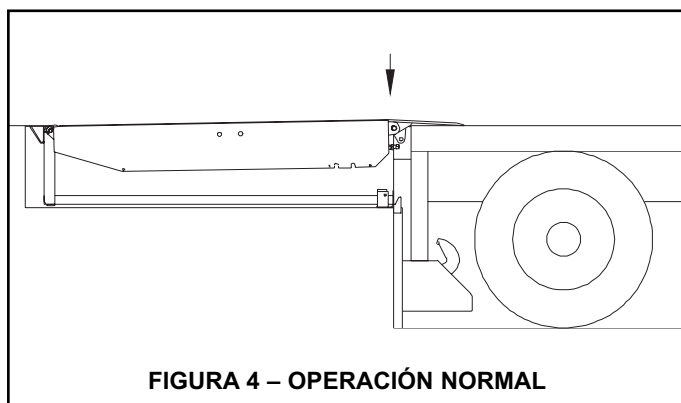

FIGURA 4 – OPERACIÓN NORMAL
2. Cuando el labio este completamente extendido, suelte el botón de LEVANTAR (RAISE). Automáticamente la niveladora se bajará a la superficie del camión/trailer. Vea la figura 4.